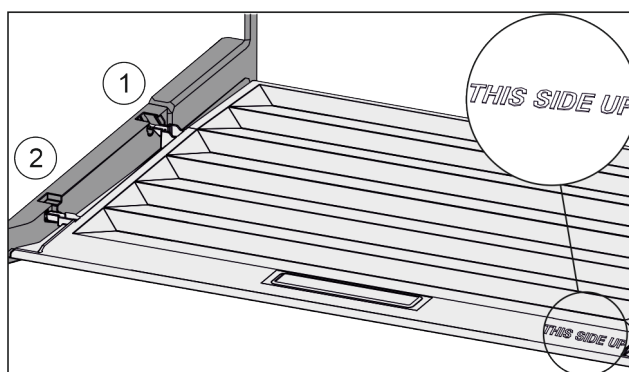

Fig. 83
- ▶ Skyv inn dekseltrinn via åpningen til bakre holder Fig. 83 (1) og klikk dem på plass i fremre holder Fig. 83 (2).